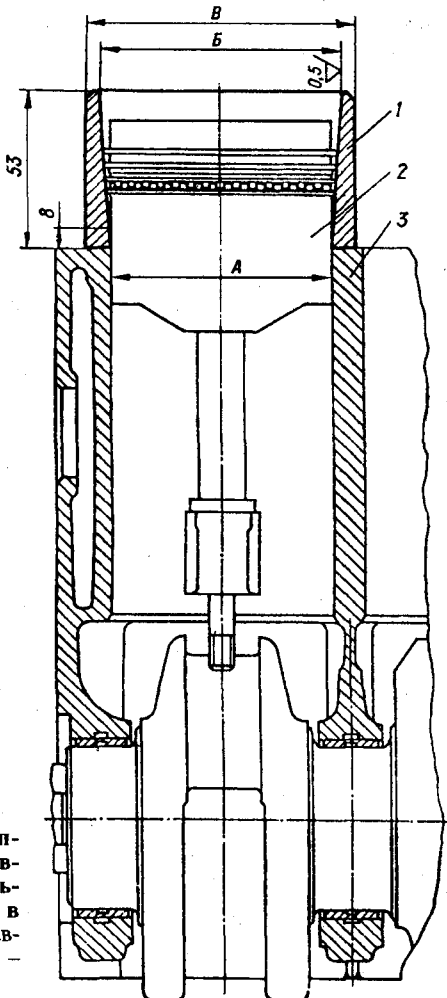

Рис. 2.52. Оправка для установки поршня с кольцами и шатуном в цилиндр: 1 – оправка; 2 – поршни; 3 – блок
- надеть держатель с манжетой на оправку (рис. 2.52) и, передвинув его с оправки на фланец коленчатого вала, прикрепить к блоку болтами с пружинными шайбами.